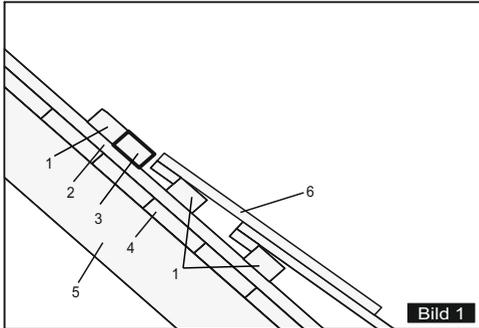
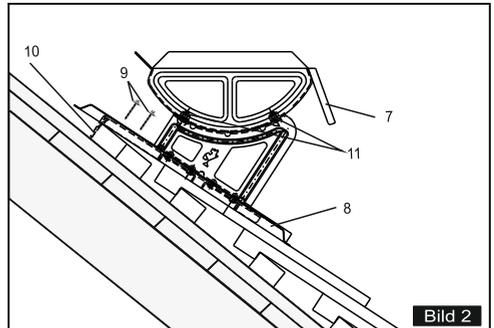

Bild 1
Bild 2
- Die Dach-/Einhängelatte (1) muss mit einer Sicherheitslatte (3), die dem Querschnitt der verwendeten Dachlatte entspricht, unterfüttert werden. (Bild 1)
- Metalldachplatte (8) entsprechend der Eindeckung positionieren und mit den mitgelieferten Befestigungsbohrschrauben (9) an den Dachlatten (1 + 3) befestigen.
- Zur Einstellung der Dachneigung muss die Schraubverbindung (11) im Langloch gelöst und die Schraubverbindung (11) in der Lochreihe demontiert werden. Jetzt kann der Einzeldachtritt (7) der Dachneigung angepasst und die Schraubverbindungen (11) wieder befestigt werden. (Bild 2)